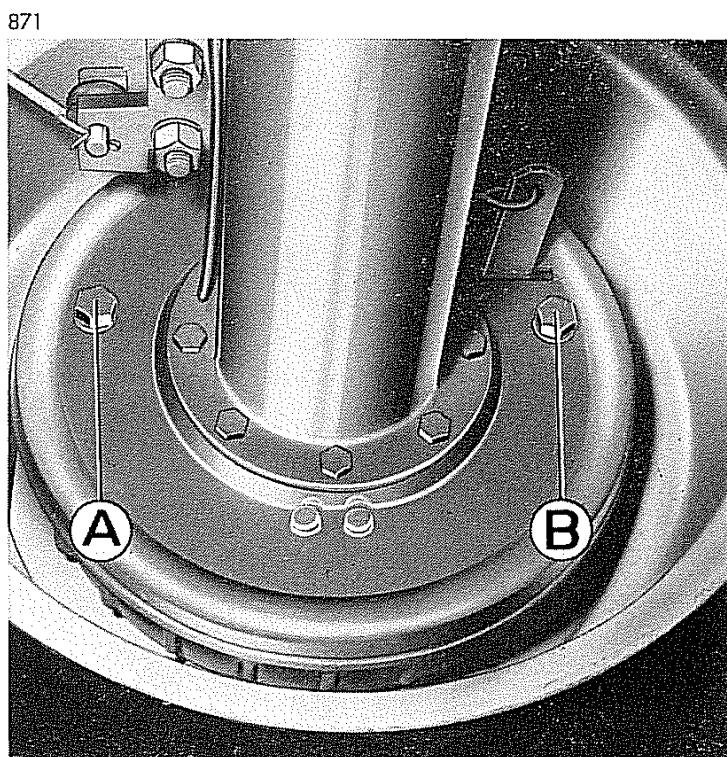

Fig. 30 - Dadi registro frenatura di servizio
- Mantenendo bloccate le ganasce ruotare in senso orario il dado A (fig. 30) e in senso antiorario il dado B (fig. 30), fino a portare gli eccentrici di appoggio a contatto con le ganasce; ruotare quindi sensibilmente i dadi in senso inverso.